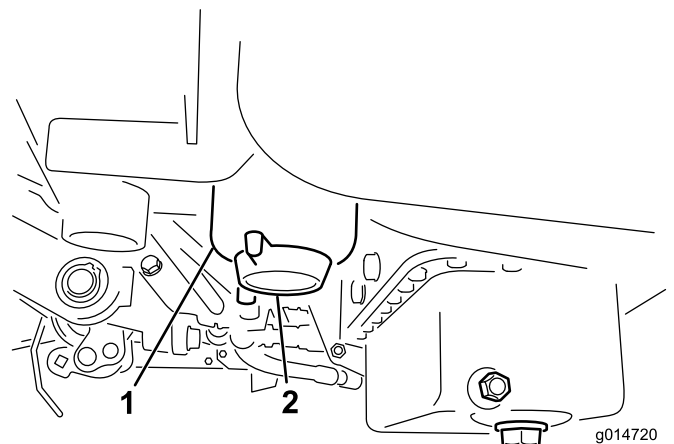

図 45
2. フィルタ容器（図 45）の周辺をウェスできれいにぬぐう。
4. フィルタのドレンプラグを開く（図 45）。